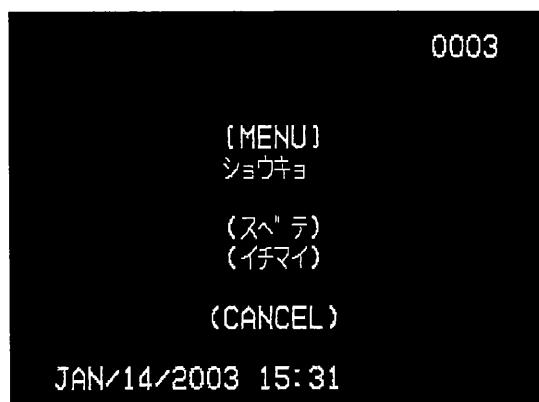

図 4.18
[△] ボタン、あるいは[▽] ボタンで (ALL IMAGES) , (IMAGE) , (CANCEL) のいずれかを点滅表示にし、[ENTER] ボタンを押します。 (ALL IMAGES) または (IMAGE) を選択した場合は、(OK) , (CANCEL) のメニューが表示されます。 [△] ボタン、あるいは[▽] ボタンで (OK) , (CANCEL) のいずれかを点滅表示にし、[ENTER] ボタンを押します。 (図4.18参照)